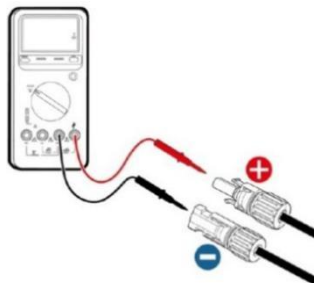

Fig 5.3 Controllo della polarità e della tensione dell'ingresso CC
(2) Verificare la polarità del connettore MC4, assicurandosi che sia corretta (vedi Fig. 5.3).